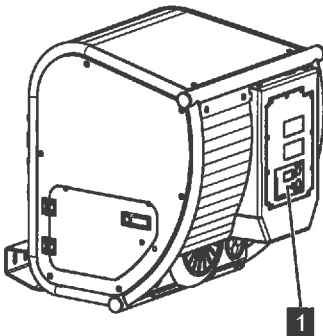

Abb. 230
6. Ladegerät (Abb.230/1) ist aktiv.